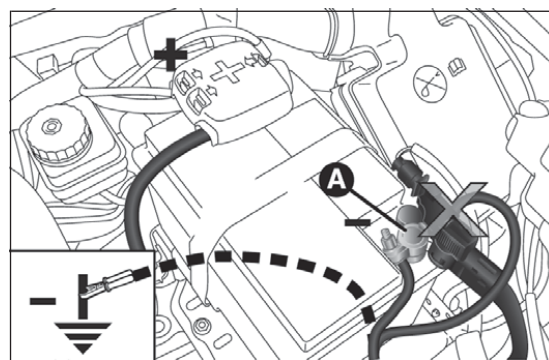

Abb. 154
- die beiden Plusklemmen (Zeichen + auf der Klemme) der beiden Batterien mit dem betreffenden Kabel Abb. 154 verbinden;